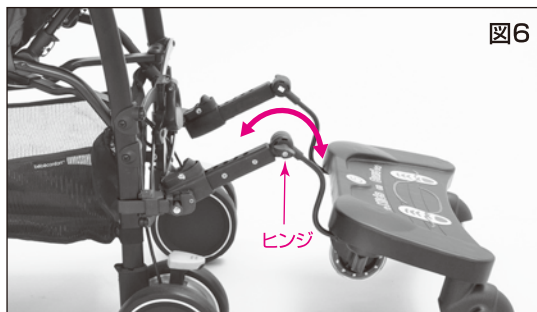

図6
- ①ヒンジの調節ネジをゆるめて、ボードが水平になるように、アームのヒンジ角度を調節してください。(図6)
- ②ヒンジ角度の調節が終わったらヒンジの調節ネジを固定してください。